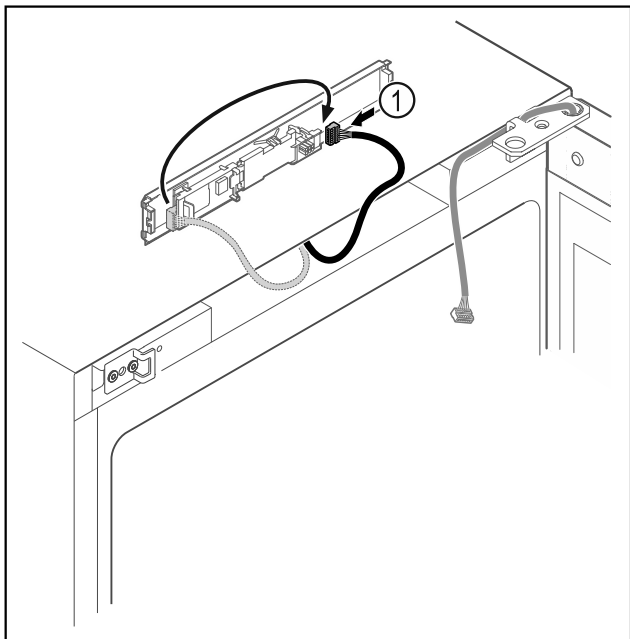

Fig. 11
- Aseta pistoke Fig. 11 (1) levyyn toiseen kohtaan.